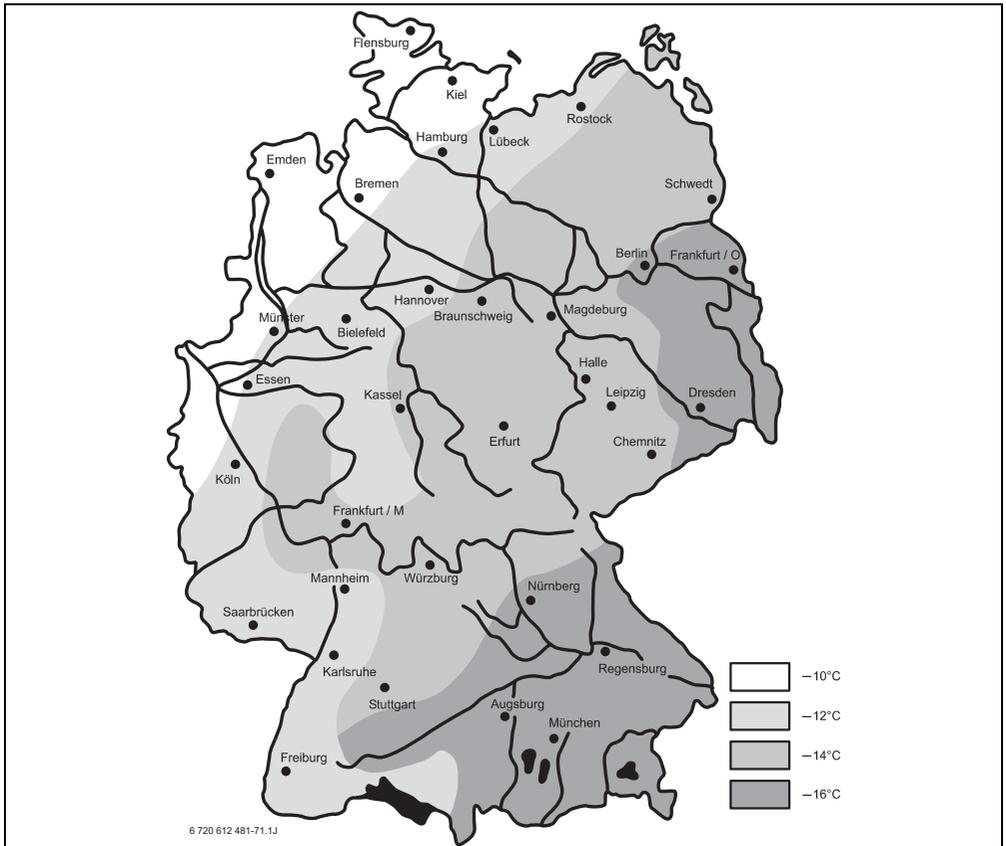

Bild 23 Minimale Außentemperatur für Deutschland
- ▶ Minimale Außentemperatur für den Auslegungsfall der Heizung einstellen (Richtwerte → Bild 23 und Tabelle 3). Eine niedrige Außentemperatur ergibt eine flache Heizkurve.